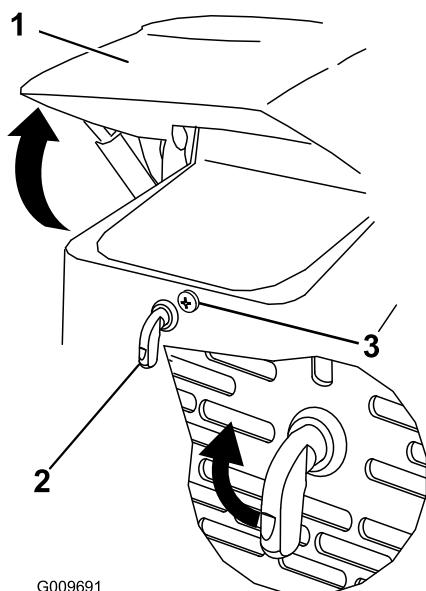

Figura 22
1. Afloje el tornillo de bloqueo del capó (Figura 22).
2. Giro el cierre del capó en el sentido de las agujas del reloj (Figura 22).
3. Levante el capó (Figura 22).
3. Apriete el tornillo de bloqueo del capó para bloquear el cierre (Figura 22).